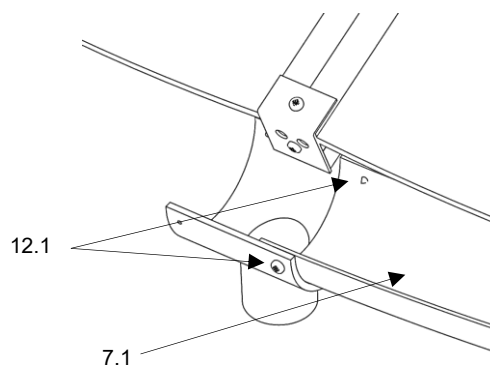

Abb.48
- die Rinne (lang) (**Pos. 7.3**) mit den Rinnenhaltern mittels je 2x Linsenblechschauben (**Pos. B12.1**) fixieren. (Abb. 48)
- die Rinnen (kurz) (**Pos. 7.4**) mit den Rinnenhaltern mittels je 2x Linsenblechschauben (**Pos. B12.1**) fixieren. (siehe Abb. 48)